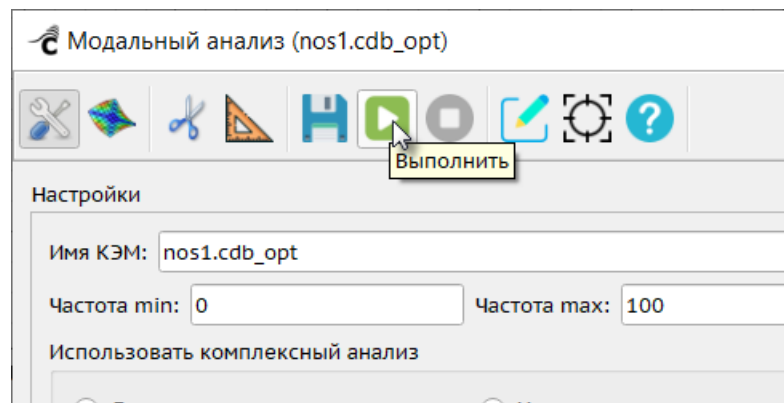

Рисунок 97 – Кнопка «Выполнить» на панели инструментов карточки
1. Нажать на панели инструментов карточки на кнопку  «Выполнить» (Рисунок 97).